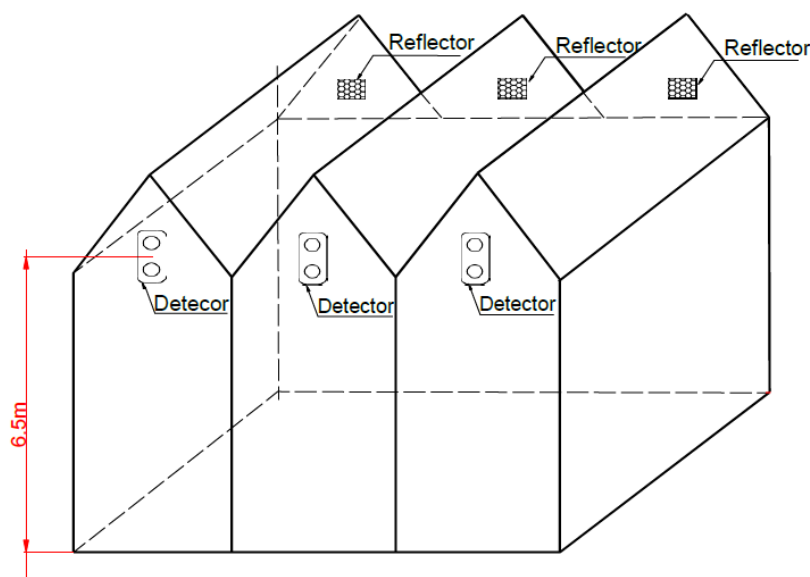

Fig. 7 Montagem
d) Para estrutura de empena com altura de espaço de cerca de 8 m, o detector e o refletor devem ser montados nas duas paredes opostas a 1,5 m da viga de empena, ver Fig. 7.